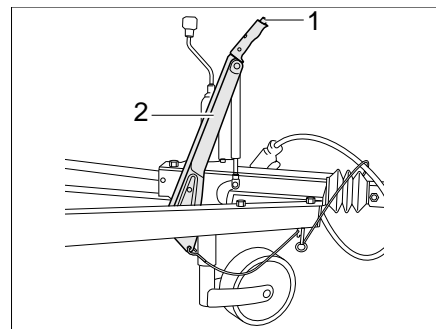

Bild 14 Alternative: Feststellbremse
- Zum Lösen auf den Sicherungsknopf (Bild 14,1) drücken und den Bremshebel (Bild 14,2) absenken.